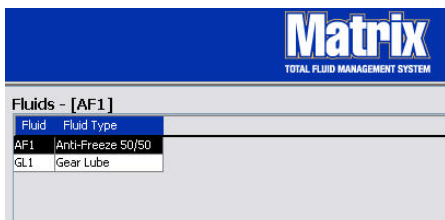

Рис. 97
6. Чтобы изменить назначенное имя жидкости или тип жидкости, выделите жидкость на экране «Fluids» [Жидкости] (Рис. 97).